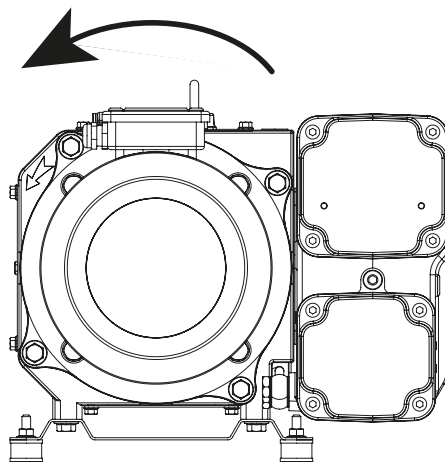

Abb.7
- Überprüfen Sie die Drehrichtung, indem Sie die Pumpe kurzzeitig (2-3 Sekunden) starten. Die richtige Richtung wird durch den Pfeil auf der Pumpe angezeigt (Abbildung 7). Im Falle einer falschen Drehrichtung muss die Drehrichtung des Motors geändert werden, indem die Position von zwei der drei Anschlüsse im Motorklemmenkasten vertauscht wird.